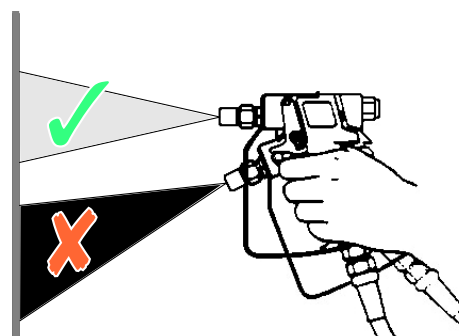

Fig. 16: Angolo di spruzzatura
- ▶ Tenere la pistola di spruzzatura ad angolo retto (90°) rispetto alla superficie da rivestire. Se si tiene la pistola di spruzzatura con un altro angolo, il rivestimento diventa irregolare e a chiazze (vedi Fig. 16).